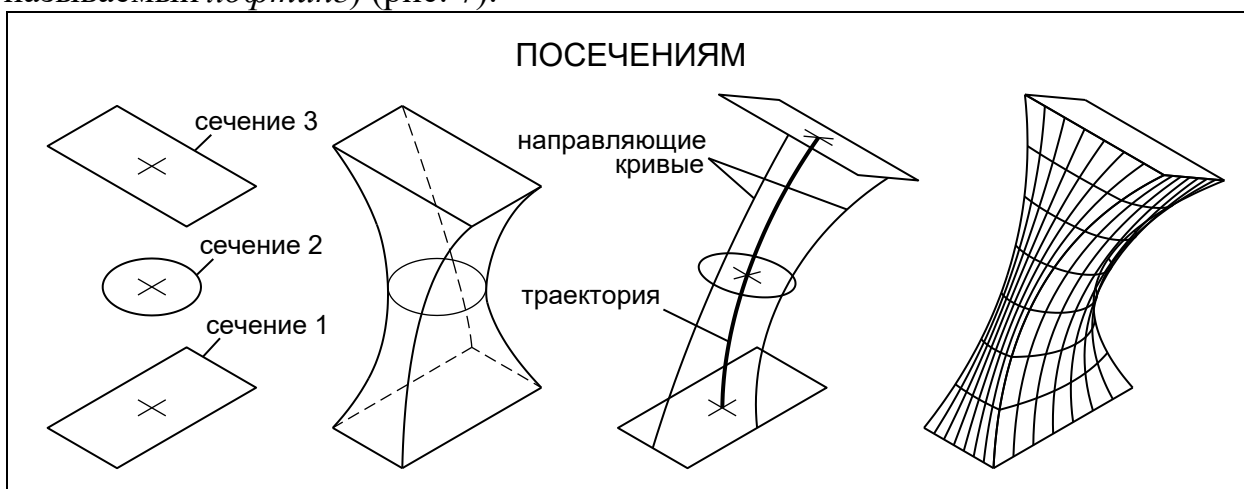

Рис. 7
**Тело по сечениям** образуется в результате плавного перехода (интерполяции) между несколькими последовательными поперечными сечениями (так называемый *лофтинг*) (рис. 7).
Так, на рис. 7 приведены примеры построения тел по трем сечениям. Причем во втором случае определены траектория и направляющие кривые. Для большей наглядности второе тело показано в виде сети.